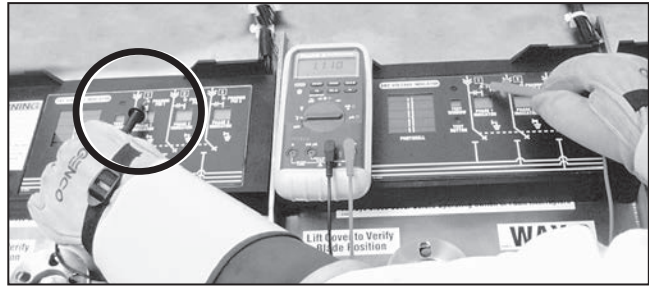

Figura 50. Mida la tensión de fase a fase— Fase 1 a Fase 1
- (b) Coloque una de las sondas de prueba en el Pin de Ajuste de Fase 1 de la primera vía y coloque la otra sonda en el Pin de Ajuste de Fase 1 de la segunda vía. Mida la tensión fase a fase. Ver Figura 50. Cuando compare la misma fase de las dos vías, la tensión debe ser cero o casi cero, indicando que los cables están en fase.